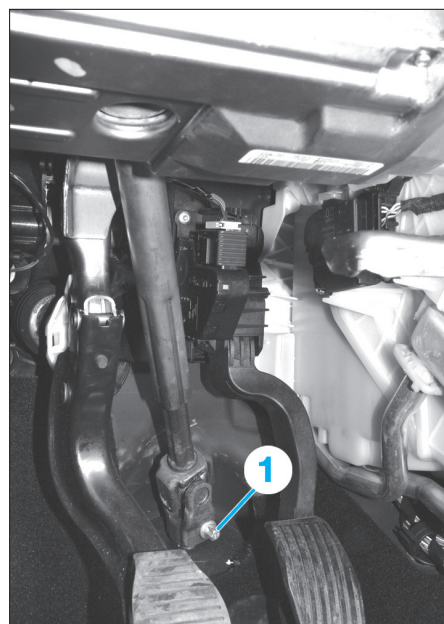

Fig. 16
- Remplacer la rotule de direction (3) en tenant compte du repère ou du nombre de tours de filets en prise lors de la dépose.
- la vis (1) (Fig. 16),